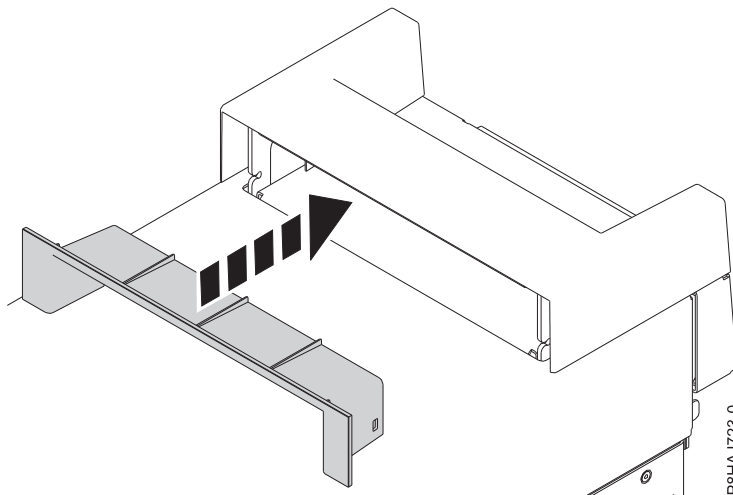

Abbildung 32. Einsetzen des Elements innerhalb der Griffabdeckung bei einem Standalone-System vom Typ 8286-41A
2. Setzen Sie das Element innerhalb der Griffabdeckung ein, indem Sie es fest in die Griffabdeckung drücken (siehe Abb. 32).